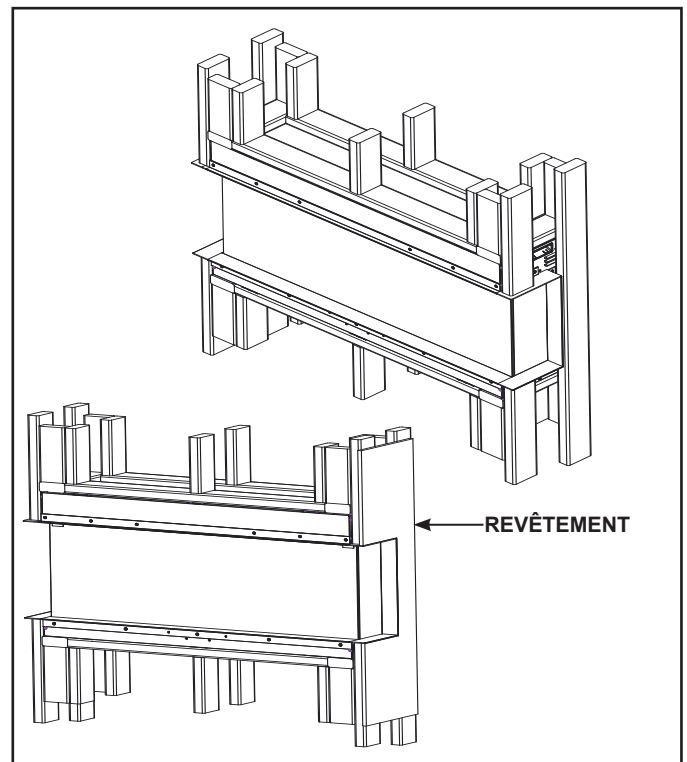

Figure 4.5 51 mm (2 po) Configuration de garniture latérale
3. Installer l'appareil dans la référence d'ouverture Figure 4.5. Assurez-vous que le poids de l'appareil est entièrement supporté par l'élément d'ossature de plancher ou de la charpente. Nivelier avec des cales si nécessaire. Assurez-vous qu'il est centré de gauche à droite, puis fixez-le directement sur la charpente à l'aide de six (6) vis ST4\*40 fournies, une dans chacun des six (6) supports de fixation.
Fixez les éléments de charpente 2x4 sur le côté de l'ouverture de l'appareil encadré, tel qu'il est indiqué à la figure 4.5.